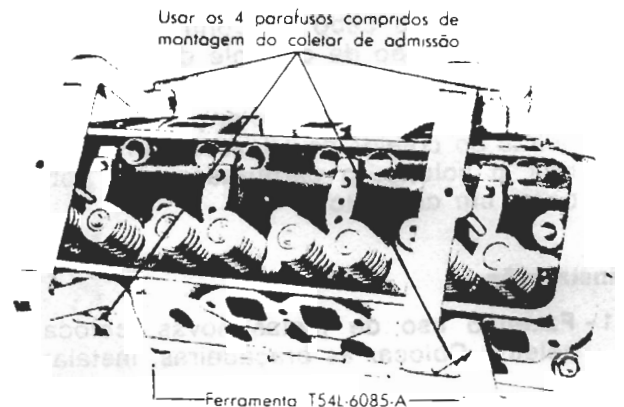

fig. 11
- 6 - Tirar os parafusos dos cabeçotes. Instalar os dispositivos de fixação dos cabeçotes (fig. 11). Levantar os cabeçotes, retirando-os do bloco.